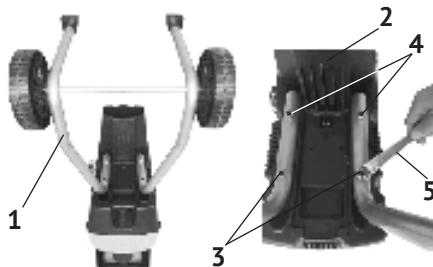

рис.2
6.1 Монтаж опорной рамы см. рис.2
- совместив крепёжные отверстия трубчатых рам (рис.2 поз.1) с болтами (рис.2 поз.4), установить их в пазы основания, как показано на рис.2;
- зафиксировать рамы на основании закрутив гайки (рис.2 поз.3) на болты.